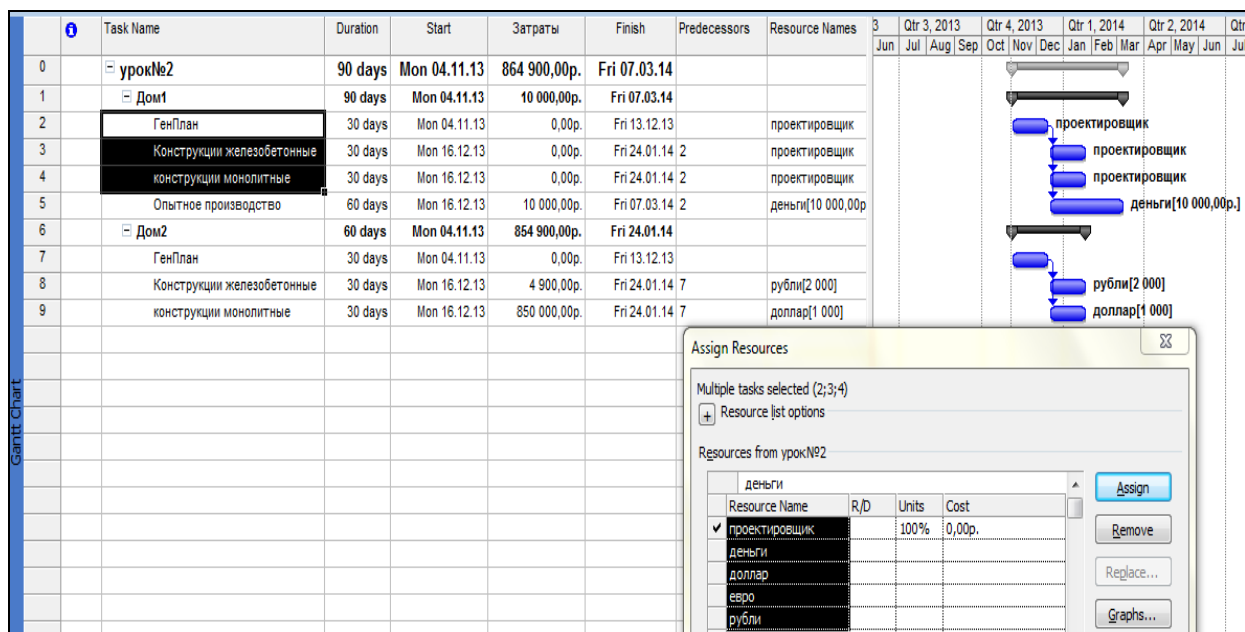

Рисунок 13 – Назначение ресурса группе задач
2. Этот ресурс можно назначить группе задач. Выделив эти задачи и в графе «Единицы» выбрать 100% или в окне «Ресурсы» команду «Назначить»(Assign) (рис. 13).